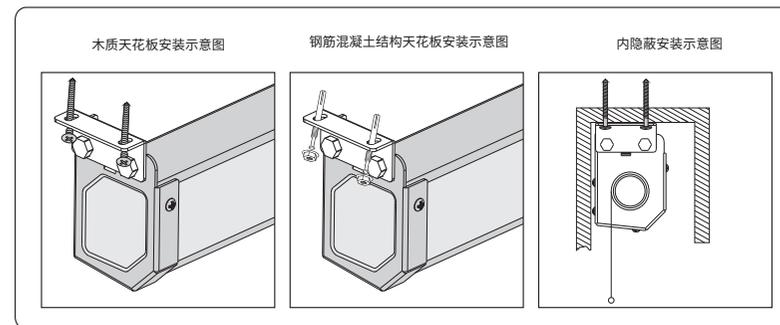

图15
2.用木牙螺丝或自攻螺丝(非产品配件)穿过悬挂顶板顶部相对应的孔位，将悬挂顶板连同银幕一起固定在天花板上。(如图15)